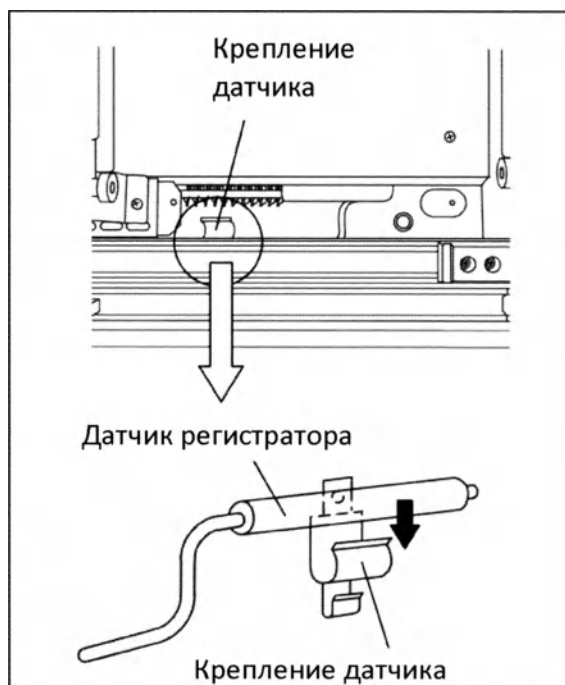

Рис. 5
7. Закрепите датчик регистратора в креплении датчика (Рис. 5).